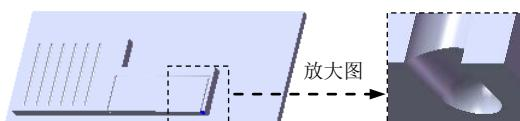
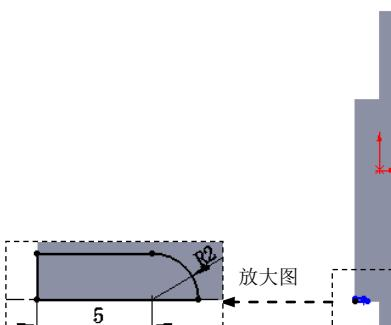

图 17.7.28 创建切除—旋转 6
图 17.7.29 横断面草图
Step15. 创建图 17.7.28 所示的切除—旋转 6。选择命令。选择下拉菜单 **插入(I)** → **切除(C)** → **旋转(R)**... 命令；选取 Step13 绘制的基准面 4 作为草图平面，绘制图 17.7.29 所示的横断面草图（包括旋转中心线）；采用草图中绘制的中心线作为旋转轴线。在 **方向 1** 区域的 **下拉列表** 中选择 **给定深度** 选项，在 **文本框** 中输入数值 360.0，采用系统默认的旋转方向。